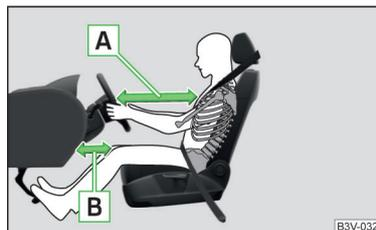

Abb. 10
- Für den Fahrer und Beifahrer ist es wichtig, einen Abstand von mindestens 25 cm zum Lenkrad bzw. zur Schalttafel einzuhalten » Abb. 10 - A. Wenn Sie diesen Abstand nicht einhalten, kann Sie das Airbag-System nicht schützen - Lebensgefahr! Außerdem müssen die Vordersitze und die Kopfstützen immer der Körpergröße entsprechend richtig eingestellt sein.
- Den Fahrersitz in Längsrichtung so einstellen, dass der Abstand der Beine zur Schalttafel im Bereich des Knieairbags mindestens 10 cm beträgt » Abb. 10 - B. Falls es aus Gründen der Körpergröße nicht möglich sein sollte, diese Bedingung zu erfüllen, dann ist ein Fachbetrieb aufzusuchen.